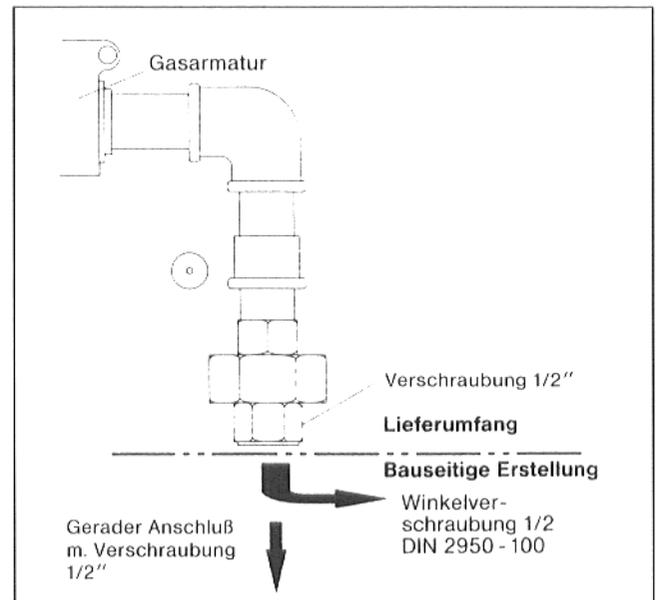

Abb. 1a: Gasanschluß beim H 104 M / H 204 M
- Gasanschluß ist nach TRGI bzw. TRF durch die Bodenplatte nach unten oder waagrecht nach rechts durch vorzunehmen (Abb. 1a).